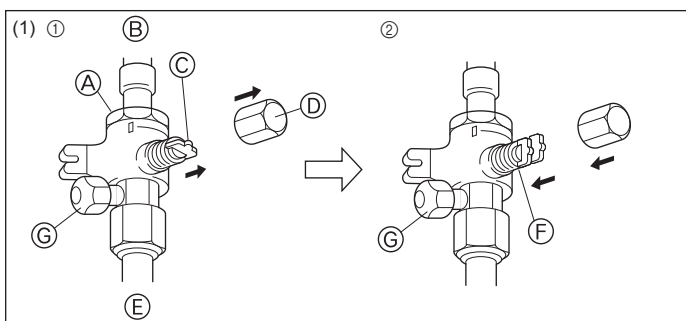
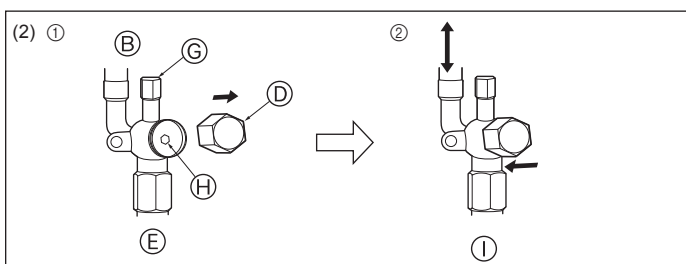

Fig. 4-9
Fig. 4-10
- (1) Gassidan (Fig. 4-9)
- ① Ta bort locket, dra handtaget mot dig och vrid motors 1/4 varv för att öppna.
- ② Kontrollera att stoppventilen är helt öppen, tryck in handtaget och skruva på locket igen.
- (2) Vätskesida (Fig. 4-10)
- ① Ta bort kåpan och vrid ventilstängens motsols så långt det går med en 4 mm sexkantsnyckel. Sluta när den når stoppet. (ø6,35: Ca. 4,5 varv) (ø9,52: Ca. 10 varv)